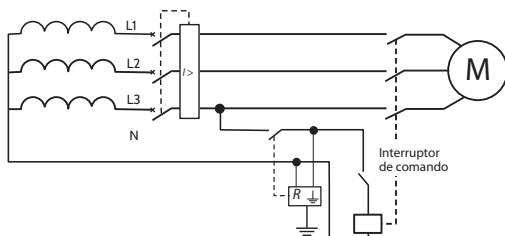

Figura 14 Método d2a) Circuito de Control, sin transformador, conectado entre línea y neutro de una alimentación no puesta a tierra
- a) recibiendo alimentación entre un conductor de línea y el conductor neutro, consulte la Figura 14; o
Nota 5 En la Figura 14 no se muestra ningún dispositivo de protección necesario para el circuito de potencia ni para el circuito de control, cuyas disposiciones se establecen en 6.3 y 7.2